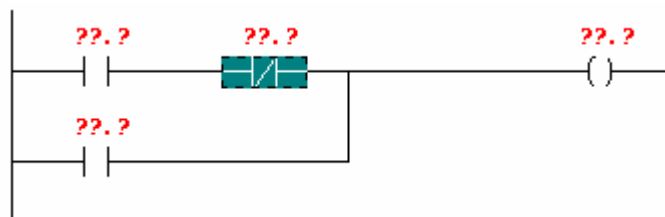

Рис. 1.18.
– Normally Closed Contact [Нормально закрытый контакт] (рис. 1.18).